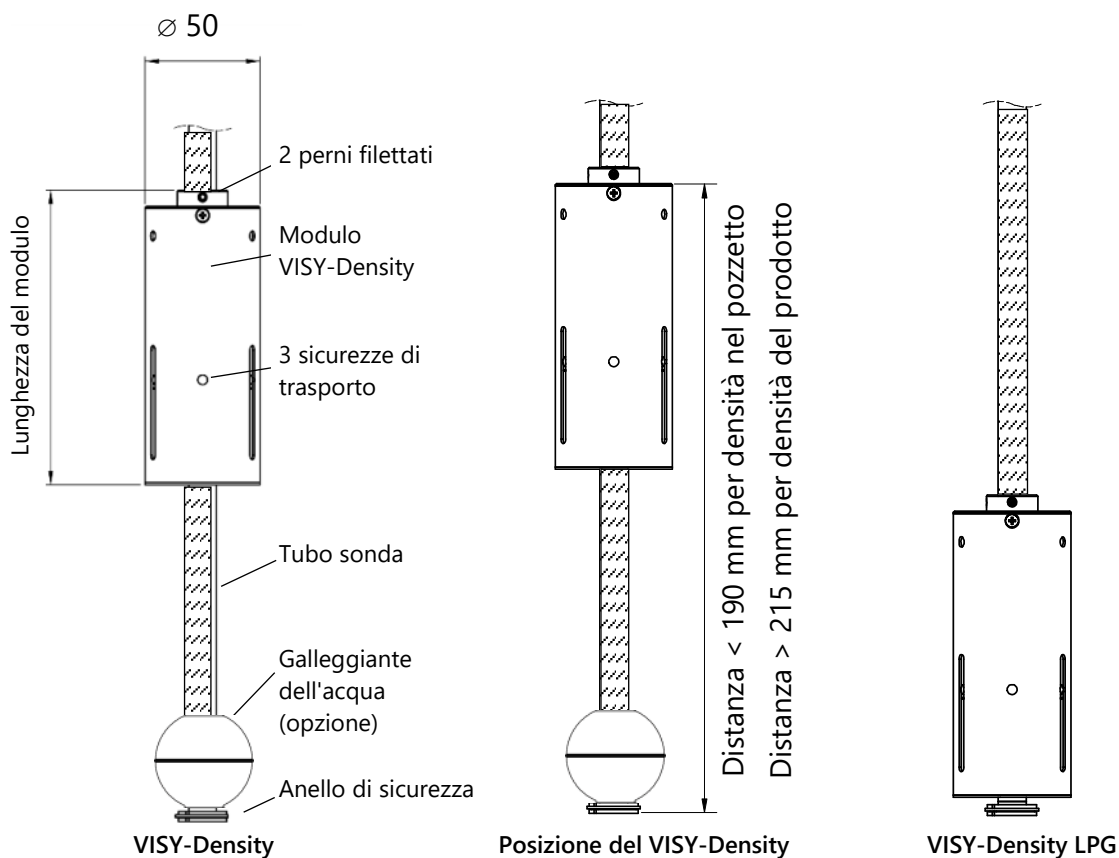

Figura 1: VISY-Density e VISY-Density LPG
A seconda della posizione del modulo VISY-Density sul tubo della sonda, viene determinata la densità del prodotto o la densità nel pozzetto, vedere Figura 1.
- 8° A seconda dell'applicazione, fissare VISY-Density all'altezza appropriata della sonda con le 2 viti di fissaggio, vedere Figura 1: VISY-Density e VISY-Density LPG:
- 9° A seconda dell'applicazione, fissare VISY-Density all'altezza appropriata della sonda con le 2 viti di fissaggio, vedere Figura 1: VISY-Density e VISY-Density LPG:
- 4° A seconda dell'applicazione, fissare il VISY-Density all'altezza appropriata della sonda con le 2 viti di fissaggio, vedere Figura 1: VISY-Density e VISY-Density LPG: